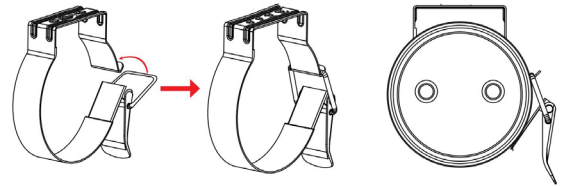
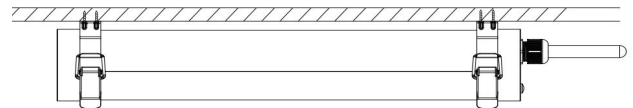

Abb. 3.1: Öffnen und Schließen der Schellen
Abb. 4: Montage der Leuchte an der Decke mit den Schellen
3. Anschließend die Leuchte mit den Schellen an der Decke befestigen (Abb. 3.1 und Abb. 4)